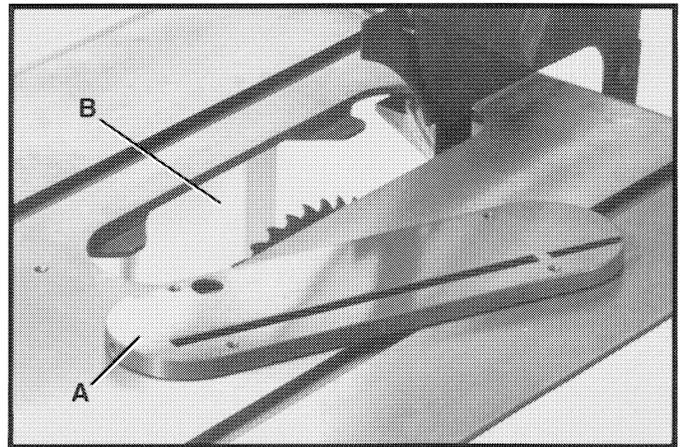

Fig. 50
1. La pieza de inserción de la mesa (A) Fig. 50 debe insertarse en la abertura (B) de la mesa de la sierra.